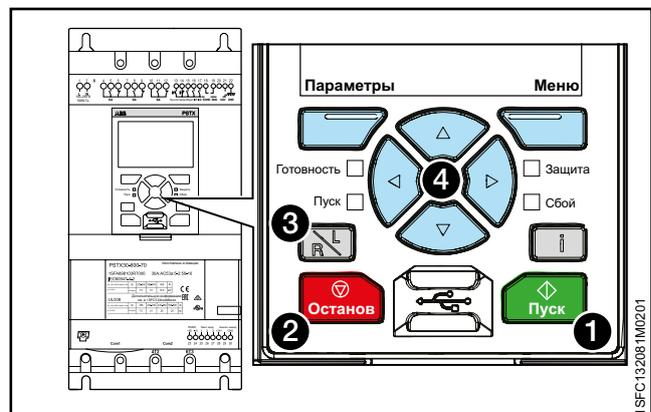

Рис. 6.9
Клавиша «Start» (Пуск) — это клавиша пуска устройства плавного пуска. Нажмите эту клавишу для запуска двигателя и его работы с заданными параметрами. См. ❶ на Рис. 6.9.
Клавиша «Stop» (Останов) — это клавиша останова устройства плавного пуска. Нажмите эту клавишу для останова двигателя с заданными параметрами. При необходимости команду останова можно подать в ходе пуска с линейным изменением. См. ❷ на Рис. 6.9.
Клавиша «R/L» (У/Л) — это клавиша удаленного/локального управления. Используйте эту клавишу для управления устройством плавного пуска дистанционно с помощью цифрового входа, промышленной шины Fieldbus или в локальном режиме с помощью панели управления. См. ❸ на Рис. 6.9.